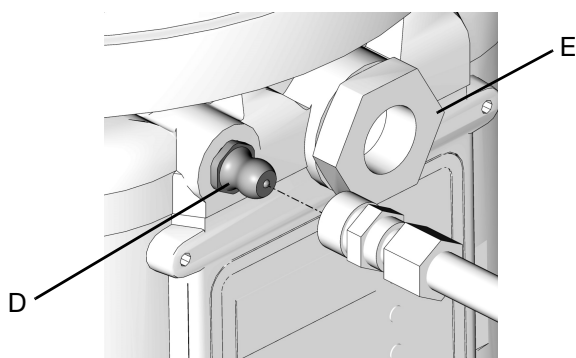

図 13
1. ホースをZerkインレット取り付け金具 (D) (図 13) に接続します。
- ホースをZerkインレット取り付け金具 (D) (図 13) に接続します。